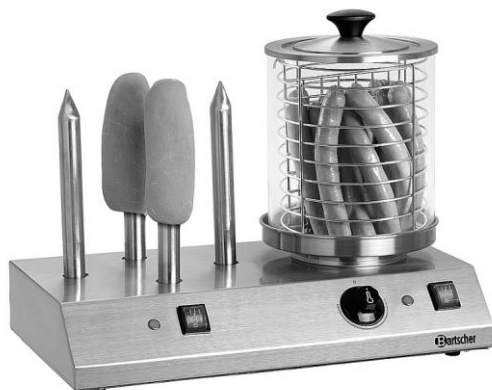

Fig. 3
6. Inserire nel cestello (fig. 3) i wurstel predisposti.
3. Infilare sopra le punte verticali per tostare i panini adatti per hot-dog (fig. 3).